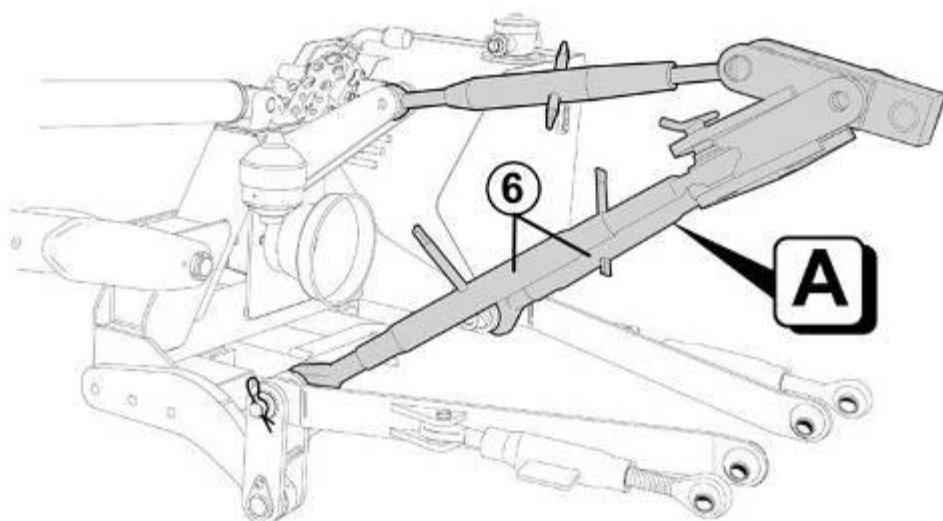

FIG. 4.5
- По запросу FERRI поставляет соединительное устройство "DELTA Connection" (РИС. 4.5 - A) которое позволяет установить стабилизаторы (6) без всякой настройки пользователем.